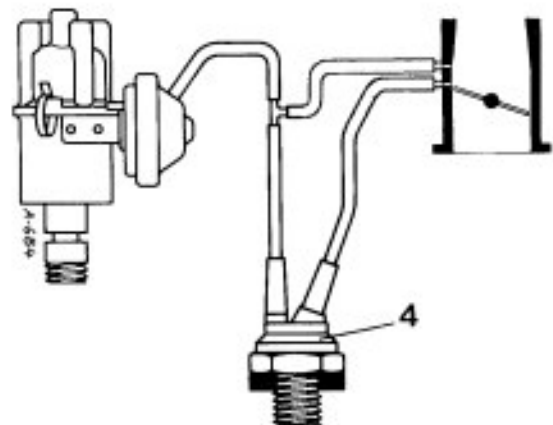

Bild 13
8.1 Thermopneumatikventil zur Steuerung der Zündverstellung (Bild 13)